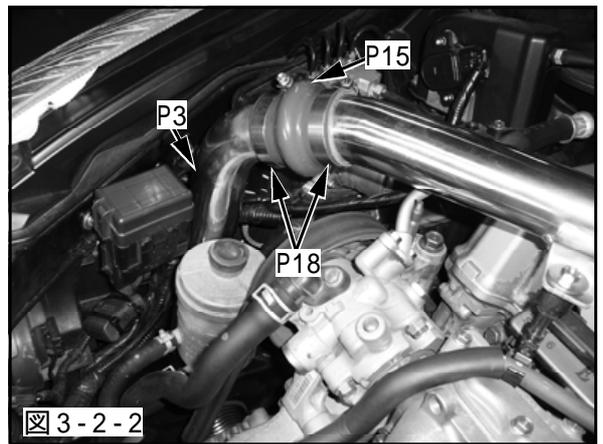

図 3-2-2
(3) インレットパイプ 2を2-3.(4)でボディに開けた穴へ通し、インレットパイプ 1に仮付けしてください。その際、穴とインレットパイプ 2が干渉する恐れのある部分に、スポンジシートを適切な長さに切取って貼付けてください。(図3-2-2)